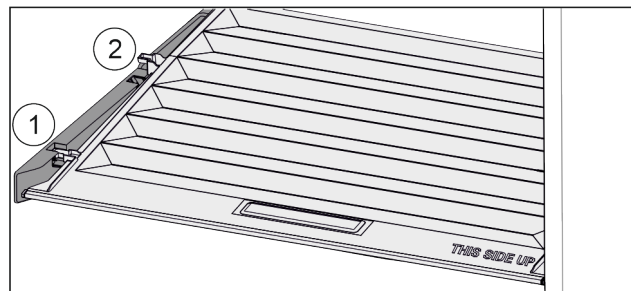

Fig. 150
- ▶ Pokrov povlecite naprej Fig. 150 (1) do odprtine v držalnih delih.
- ▶ Zadaj ga od spodaj dvignite in odstranite Fig. 150 (2) navzgor.